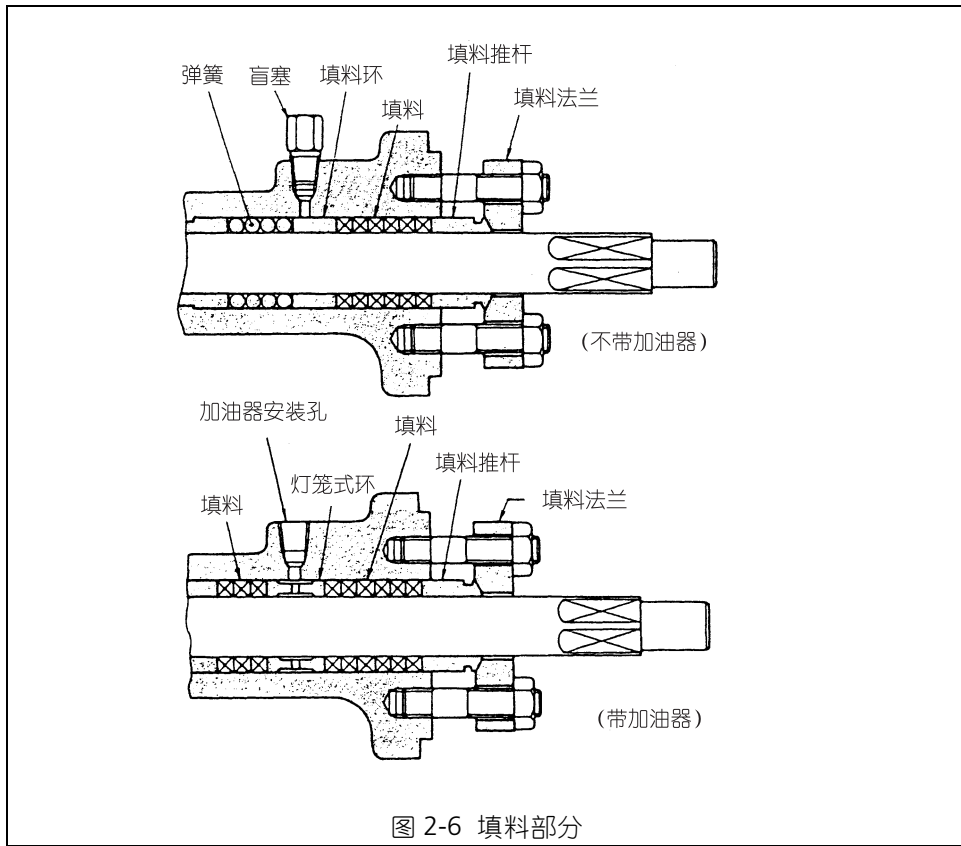

图 2-6 填料部分
- (4) 组装密封部件。关于密封填料，请注意阀是否带有加油器。组装请参照“图 2-6”。